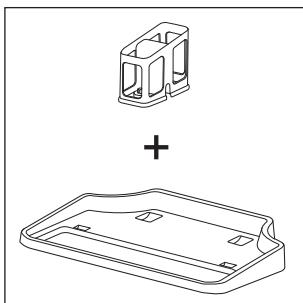
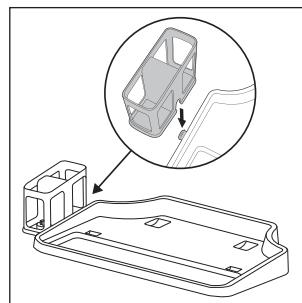

Abb. 4
Abb. 5
- ♦ Die Park- und Reinigungsstation besteht aus einer Abstellschale ④ und einem Bürstenrollenhalter ⑤ (siehe Abb. 4). Um die Park- und Reinigungsstation zu montieren, schieben Sie den Bürstenrollenhalter ⑤ seitlich in die Öffnung an der Abstellschale ④. Schieben Sie den Bürstenrollenhalter ⑤ nach unten, bis dieser hörbar in der Öffnung einrastet und fest an der Abstellschale ④ sitzt (siehe Abb. 5).